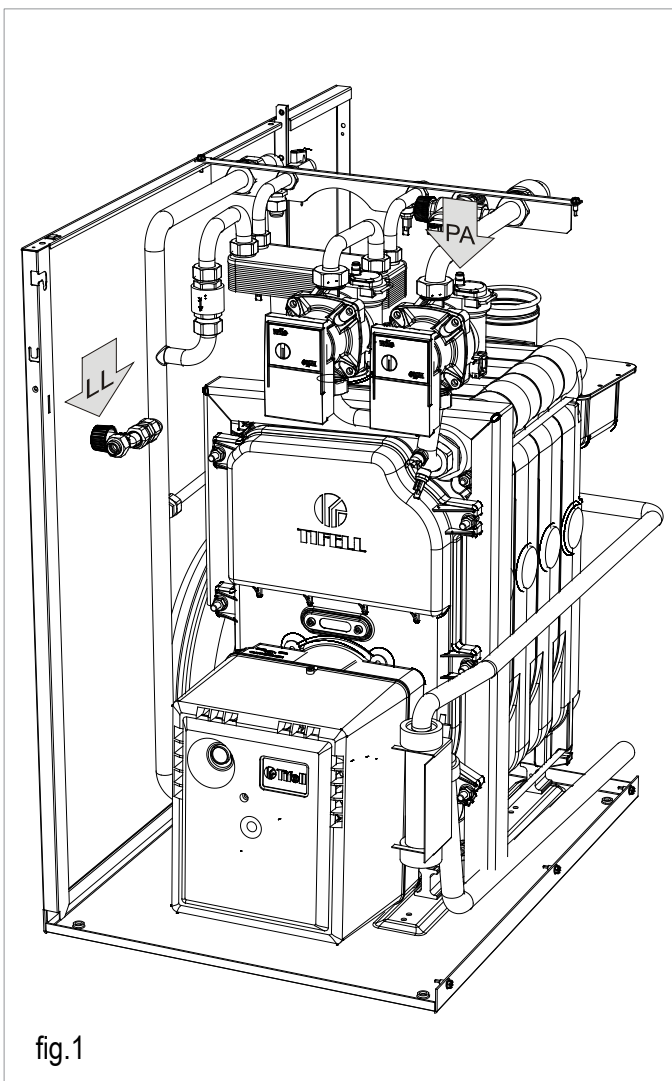

fig.1
- Abrir la llave de llenado 'LL' (fig.1) para permitir la entrada de agua al circuito. El llenado debe de realizarse lentamente con el fin de facilitar la eliminación del aire contenido en el aparato y en la instalación.
- Abrir los purgadores de la caldera 'PA' (fig.1) y de la instalación y controlar el proceso de eliminación del aire. Cuando comience a salir agua cerrar los purgadores de los radiadores.
Para rearmar el termostato de seguridad se debe esperar a que baje la temperatura. En este momento hay que pulsar el botón de rearme situado en el centro del termostato de seguridad (fig. 1). Si el visor muestra el error 3 se debe de poner el selector S1 en la posición RESET durante un segundo como mínimo y volver a colocarlo posteriormente en la posición de funcionamiento deseada.
- Si el quemador no está en funcionamiento, pulsar el botón central del termostato de seguridad (fig. 1) y presionar el botón de desbloqueo del quemador (fig. 2) si está encendido.